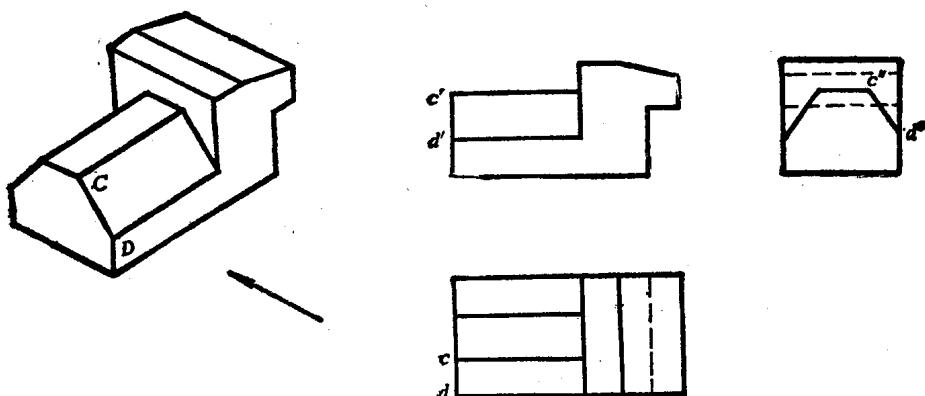

图1-18 直线的投影特性（二）
2. 直线与投影面平行——真实性 如图1-18所示，物体上的轮廓线  $CD$  倾斜于  $V$  面、 $H$  面，但平行于  $W$  面，它在左视图上的投影  $c''d''$  与  $CD$  线等长。这种直线投影反映实长的性质称为直线的真实性。